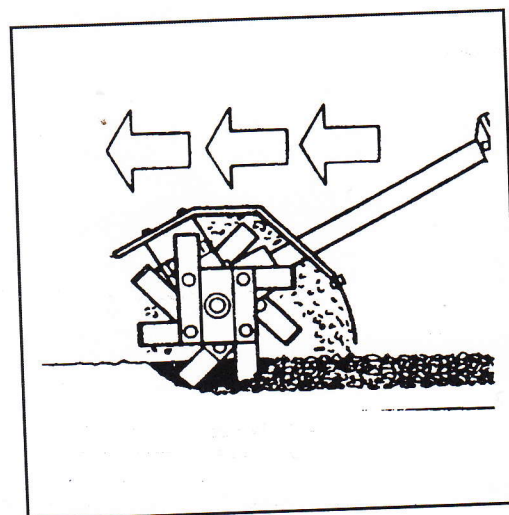
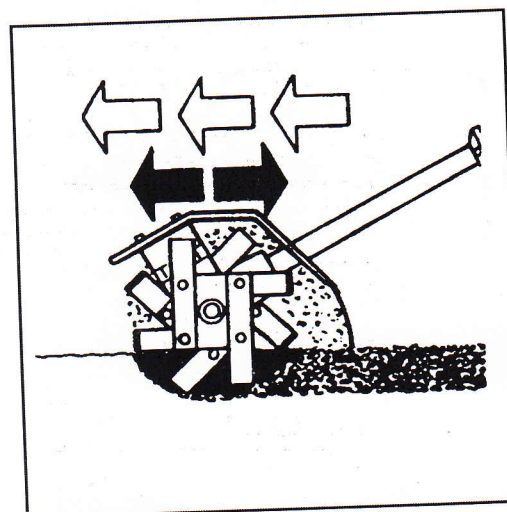

Fig. 5
Fig. 6
- För en lätt hackning, flytta kultivatorn snabbt på marken (Fig. 5). Å andra sidan för en djup hackning, gå fram långsamt och stanna till på samma punkt och flytta maskinen fram och tillbaka (Fig. 6).